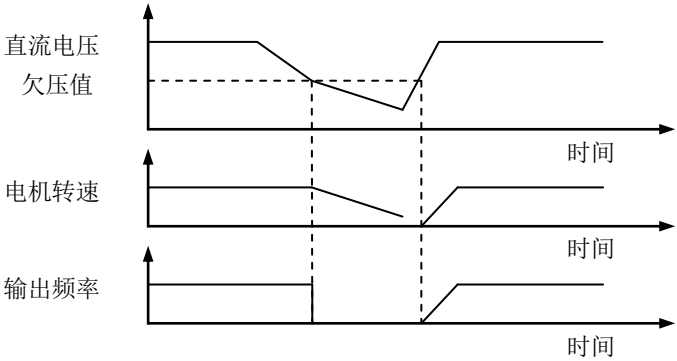

图 6-17 电恢复时频率从零起动
- 1: 复电后,当变频器检测到直流母线电压高于欠压保护值后,输出频率将从 0Hz 加速到设定频率。如图 6-17 所示。